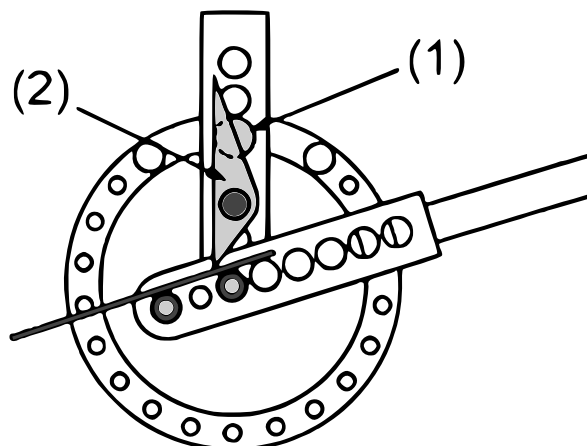

Abbildung 6: Aufbau für einfaches Winkelbiegen
1. Montieren Sie den Stützbolzen **(13)** und den Winkelbiegeblock **(18)** wie in Abb. 6 dargestellt auf die Biegehalterung **(4)** und achten Sie darauf, dass der Blockhaltebolzen so nah wie möglich am Winkelbiegeblock montiert wird.